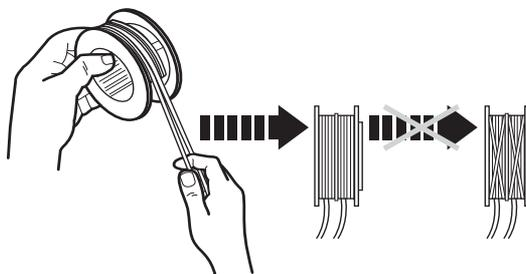

Fig.16d
- > Enroulez solidement chacune des deux moitiés du fil autour de la bobine dans le sens des aiguilles d'une montre. Chaque moitié du fil doit être sur une des deux moitiés de la bobine délimitées par le guide (fig. 16d).